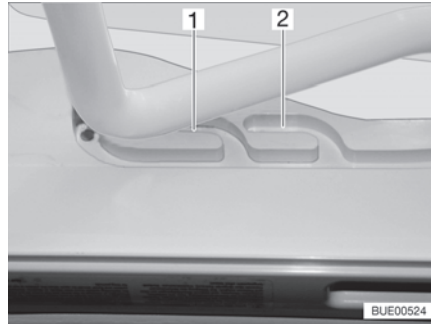
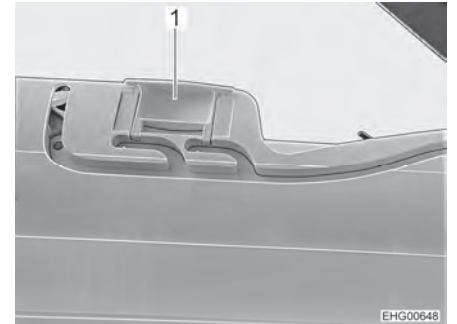

Bild 31 Führung (Lüftungsstellung)
Bild 32 Verriegelung (Lüftungsstellung)
Die Heki-Dachhaube kann in zwei Lüftungsstellungen gebracht werden: Schlechtwetterstellung (Bild 31,1) und Mittelstellung (Bild 31,2). Je nach Modell kann die Dachhaube in der Mittelstellung mit den beiden Riegeln (Bild 32,1) links und rechts am Rahmen der Dachhaube verriegelt werden.
- Den Bügel leicht nach oben drücken und in die gewählte Führung (Bild 31,1 oder 2) schieben und ggf. verriegeln.